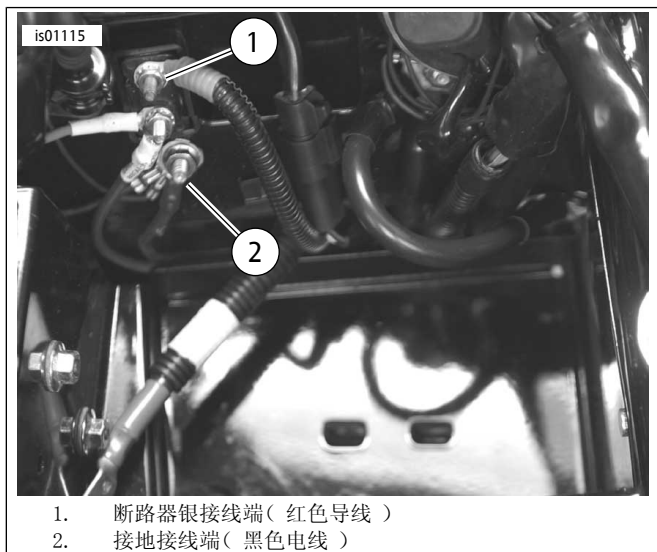

图3. 连接(电池已拆下)-2003年款及之前的旅行车型(图示为2003 FLHTCU车型)
3. 参见图3。将卫星接收器线束中的黑色导线切短以便方便地连接到接地螺柱(2),接地螺柱在座位下方电池槽中的断路器下面。